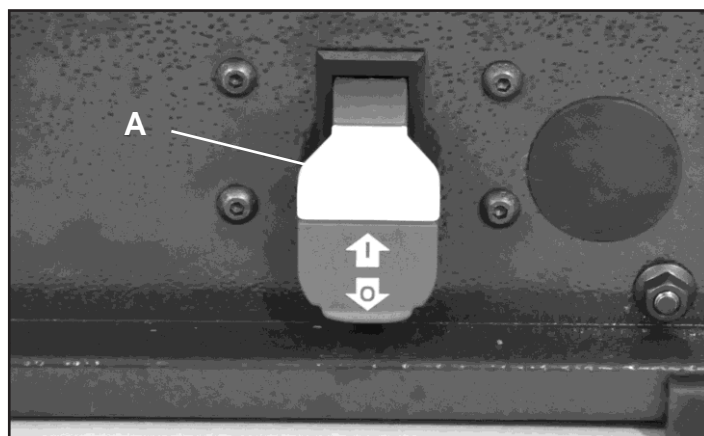

FIG. 11
Cette dégauchisseuse est également équipée d'un commutateur spécial à verrouillage qui empêche toute utilisation non autorisée. Pour empêcher toute utilisation non autorisée de la dégauchisseuse, retirez simplement la clé jaune (A) située sur la face avant du commutateur. FIG. 11.